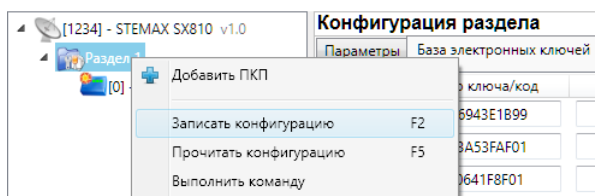

Рис. 4.11. Запись конфигурации раздела в контроллер
6. После регистрации необходимых ключей щелкните правой кнопкой мыши по строке группы параметров раздела в дереве устройств и в появившемся меню выберите *Записать конфигурацию* (рис. 4.11).